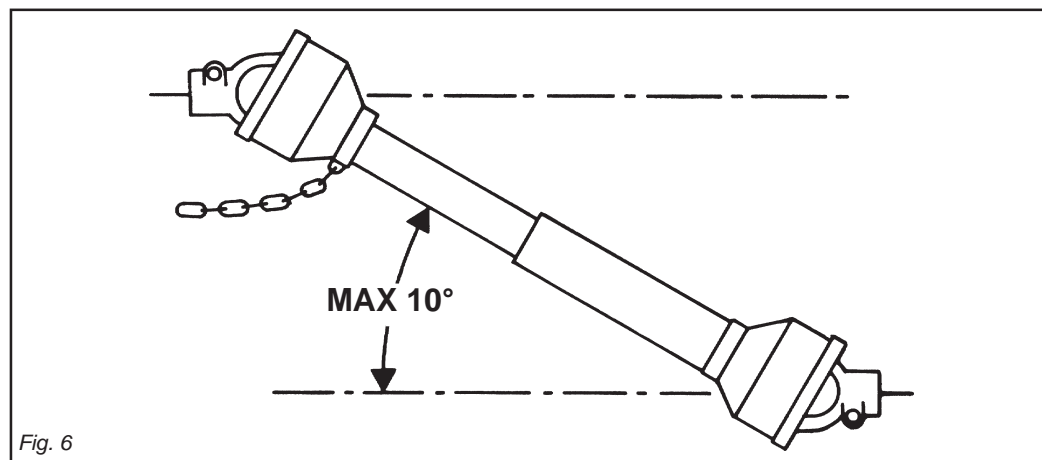

Fig. 6
- 41)** Disinserire, sempre, la presa di forza quando l'albero cardanico fa un angolo troppo aperto (mai oltre i 10 gradi - Fig. 6) e quando non viene usata.
- 41)** Always disengage the pto when the cardan shaft is set at an excessively open angle (never beyond 10 degrees - Fig. 6) and when it is not in use.
- 41)** Decuplați întotdeauna priza de forță când arborele cardanic face un unghi foarte deschis (nu mai mult de 10 grade - Fig.6) și când nu este folosit.